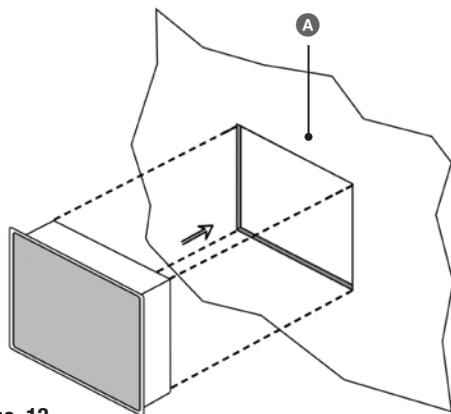

Рис. 13
1. Выполните монтажное отверстие (см. **Рис. 13**) в двери распределительного шкафа или в распределительном щите.